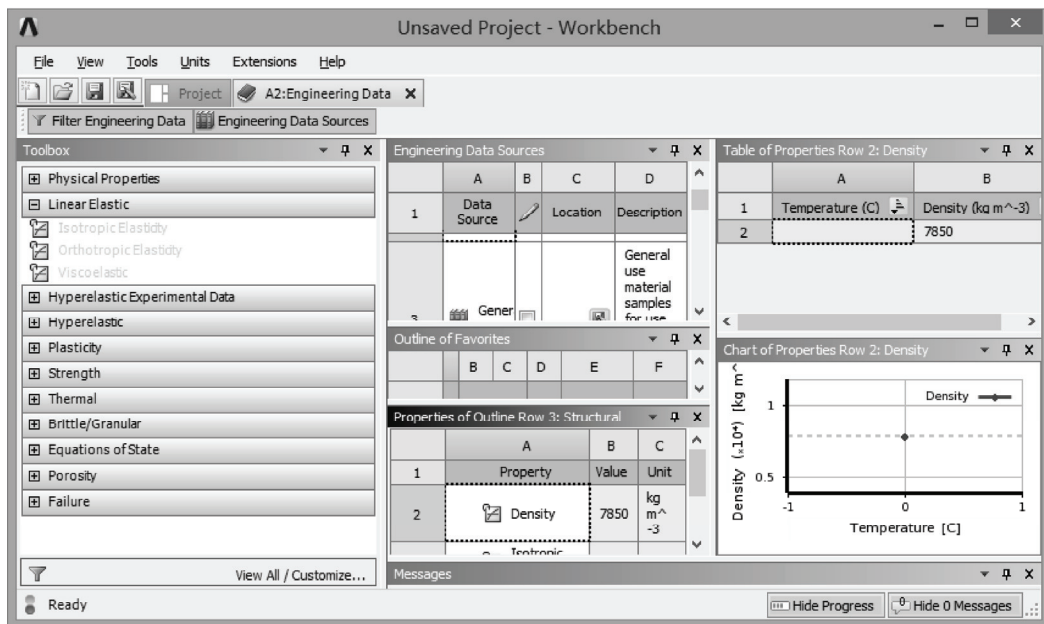

图 15-3 工程数据库界面
2) 在界面的空白处单击鼠标右键，在弹出快捷菜单中选择 Engineering Data Sources，此时原界面窗口中的 Outline of Schematic A2:Engineering Data 消失，Engineering Data Sources 及 Outline of Favorites 窗口将出现，如图 15-3 所示。